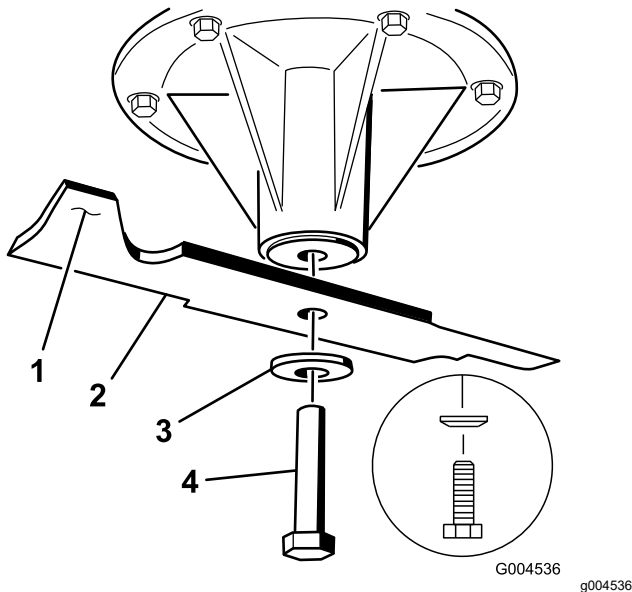

Bild 112
1. Setzen Sie das Messer auf die Spindelwelle (Bild 112).
2. Setzen Sie die Federscheibe und die Messerschraube ein (Bild 112).
Hinweis: Der Konus der Federscheibe muss bei der Installation in Richtung Schraubenkopf zeigen (Bild 112).